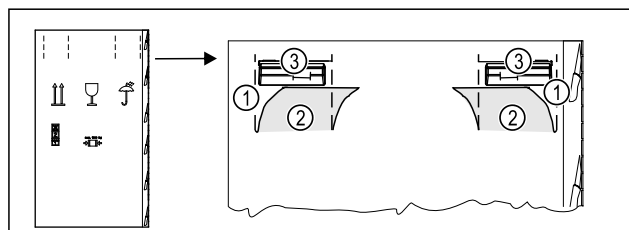

Fig. 3
- Продавити пакувальний картон зверху по лінії перфорації Fig. 3 (1).
- Витягнути видавлені частини Fig. 3 (2).
- Зліва і справа видно ручку для перенесення Fig. 3 (3).
- Взяти пристрій за ручки для перенесення Fig. 3 (3).